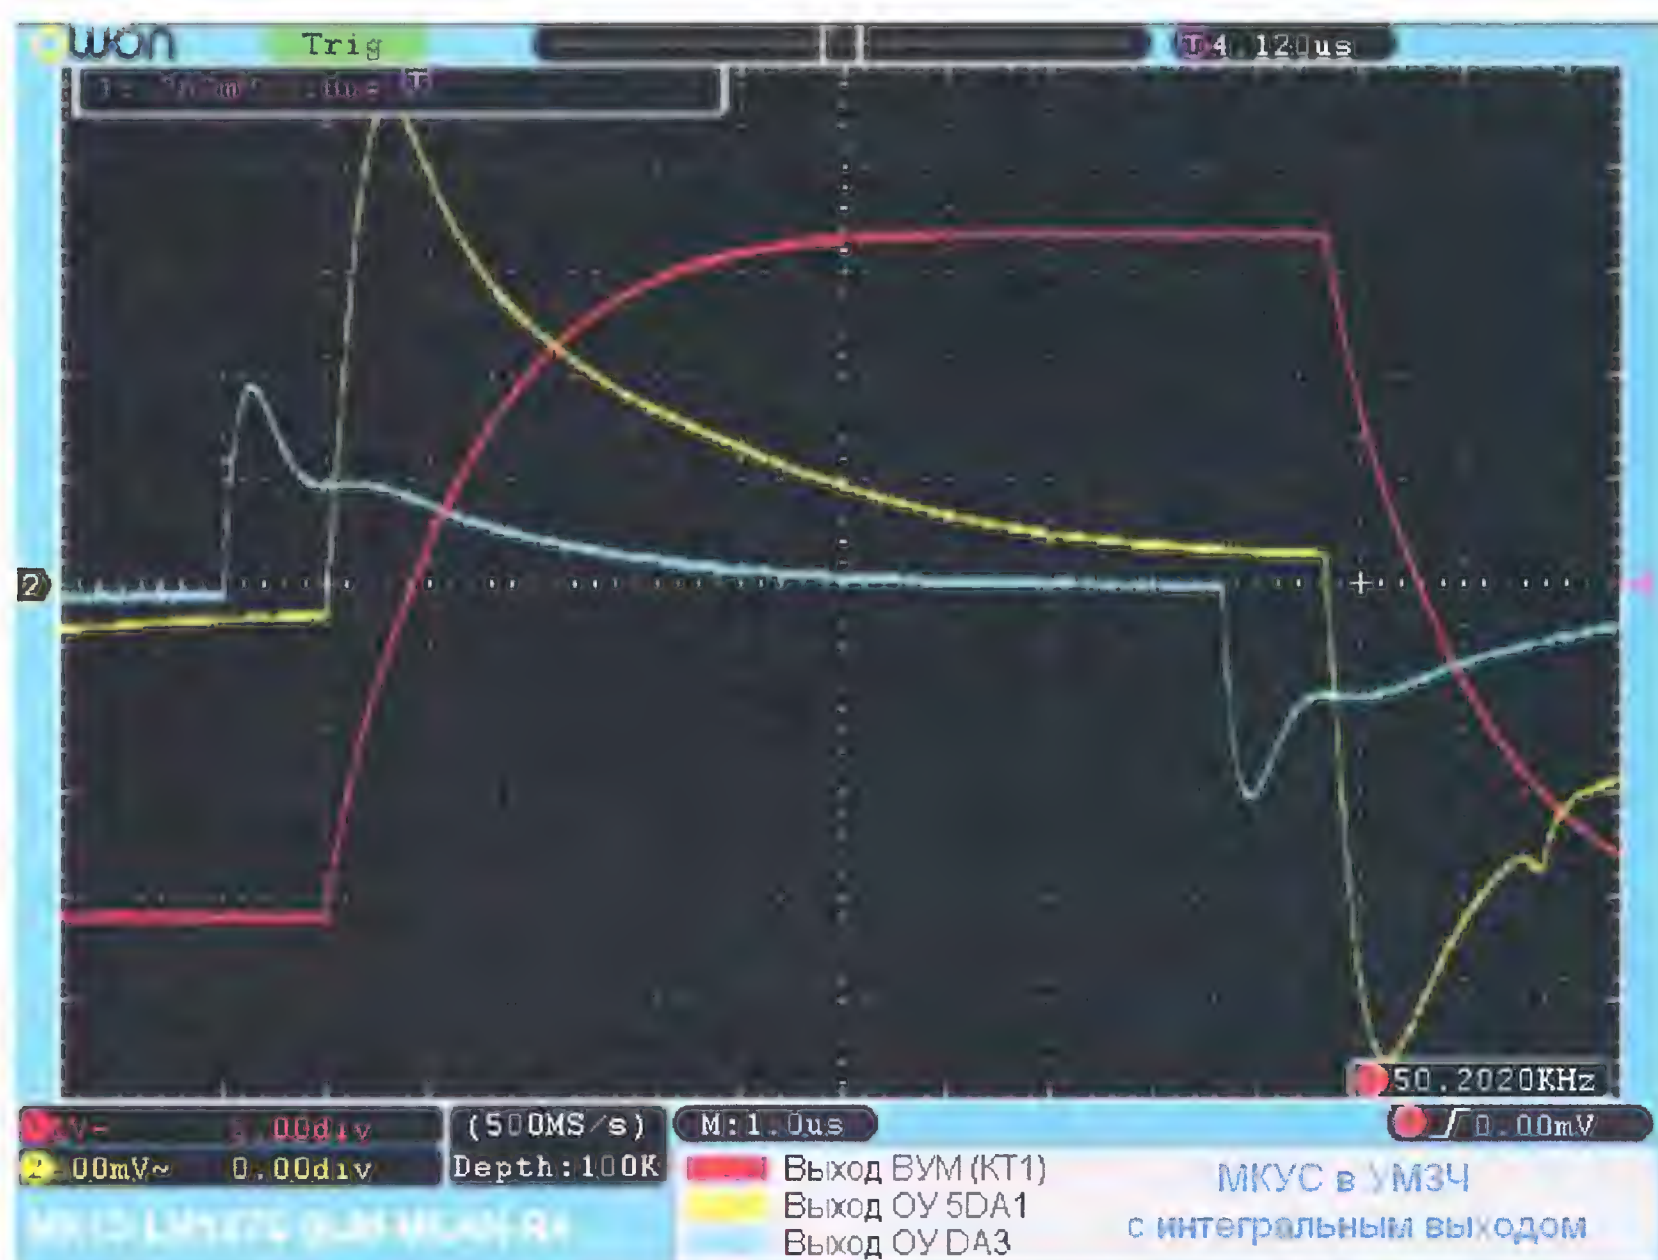

Рис. 4
Результаты измерений собранных УМЗЧ с универсальной МКУС представлены осциллограммами на рис. 4—11, полученными на основе скриншотов (фото) с осциллографа OWON DS7102V. Сокращённые обозначения в названии конкретного графического файла характеризуют соответствующий режим измерений. Так, MK13 — версия усилителя; обозначение LM1875, LM3886, TDA7293 указывает на тип микросхемы в выходном каскаде измеряемого усилителя; обозначения PUS или BUM характеризуют измерения в блоке ПУС или ВУМ. Обозначения SIN или MEAN соответствуют режиму измерений с синусоидальным сигналом (20 кГц) или сигналом типа меандр (50 кГц). Обозначения RX или R4 в конце файла указывают режим измерений УМЗЧ без нагрузки (RX) или с подключённой нагрузкой сопротивлением 4 Ом (R4).
Сигнал на выходе главного канала ВУМ3 (ОУ 5DA1) характеризует качество сигнала в точке КТ1 (см. осциллограммы жёлтого цвета в файлах MK13-LM1875-BUM-MEAN-R4, MK13-LM1875-BUM-MEAN-RX — рис. 4, 5). На этих осциллограммах явно присутствуют артефакты (искажения на сигнале минусовой полярности), которые свидетельствуют о неточности работы выходного каскада микросхемы. Осциллограммы для микросхем LM3886, TDA7293 оказались весьма близкими по форме, поэтому здесь показаны лишь для одной из них.